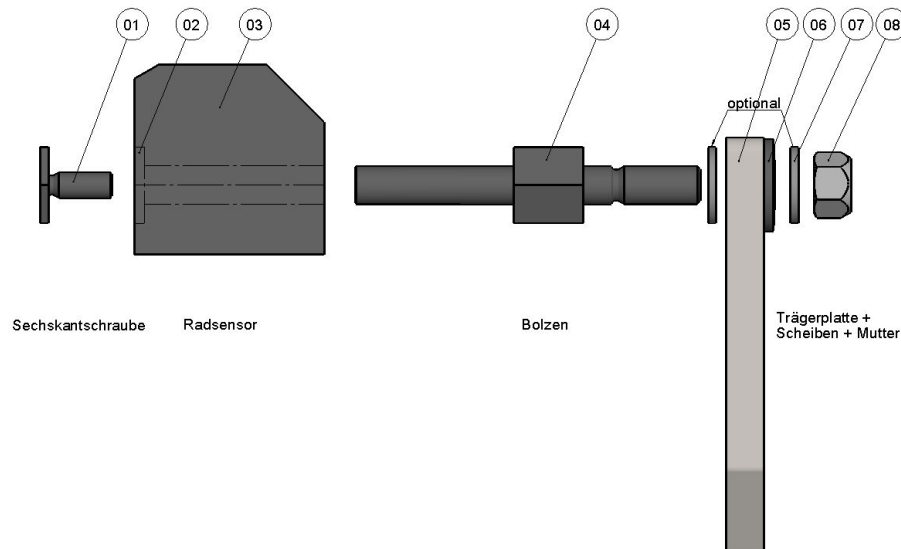

Abbildung 5.15: Bolzenmontage
- Die folgenden Punkte beziehen sich auf Abbildung 5.15.
- a) durch Beilegen der Scheibe Pos. 7 an der Innenseite der Trägerplatte Pos. 5 (Abbildung 5.15), oder/und